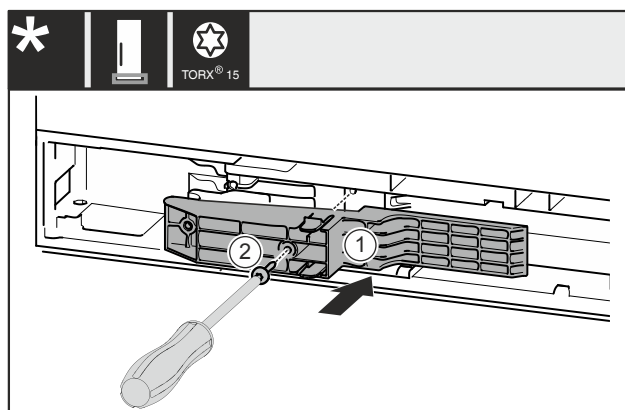

Fig. 52 *
- ▶ Adaptér Fig. 52 (1) na straně rukojeti vložte do výklenku.*
- ▶ Šroubovákem šroub Fig. 52 (2) pevně utáhněte.*